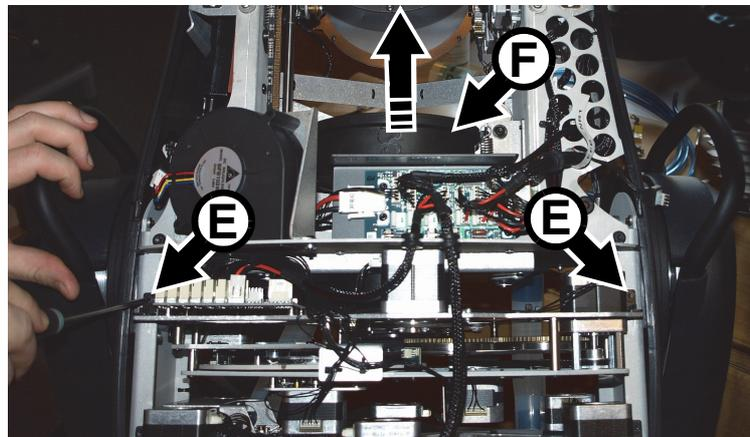

Figure 24: Vis du module d'effets et équipage mobile zoom/net
3. Voir Figure 24. Retirez les deux vis Torx 20 repérées **E** qui maintiennent le module d'effets en place. Glissez l'équipage zoom/net **F** vers l'avant et dégagez le module de la tête..